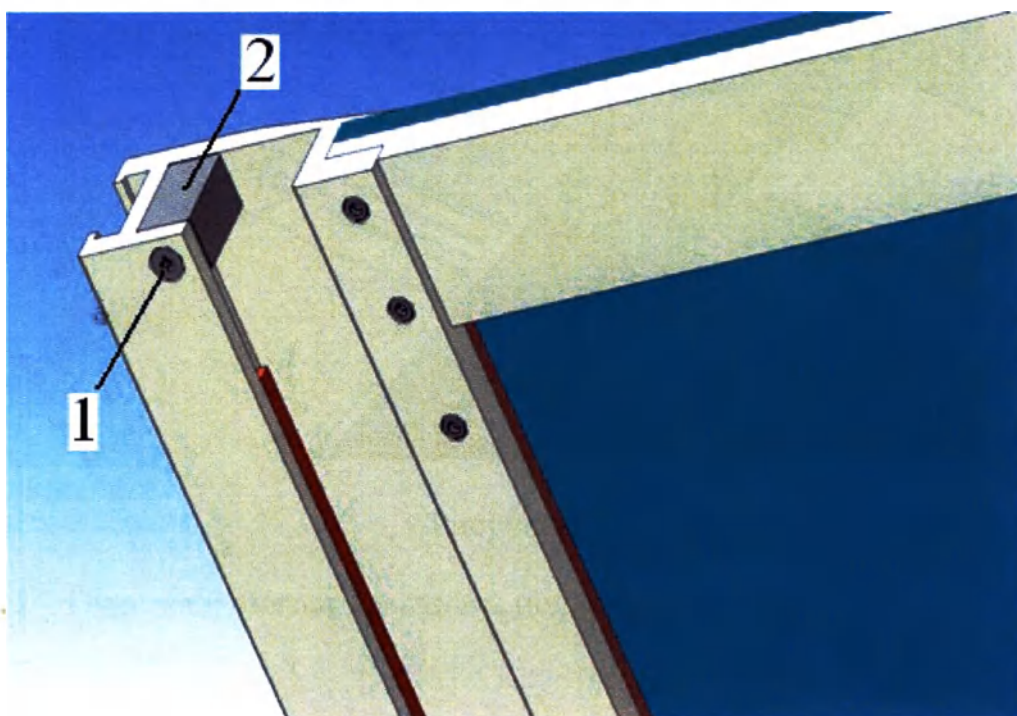

Рисунок 3.1
- на деке стола (рисунок 3.1) открутить винт 1 и удалить упор 2;
- установить (рисунок 3.1) упор 2 и закрутить винт 1.